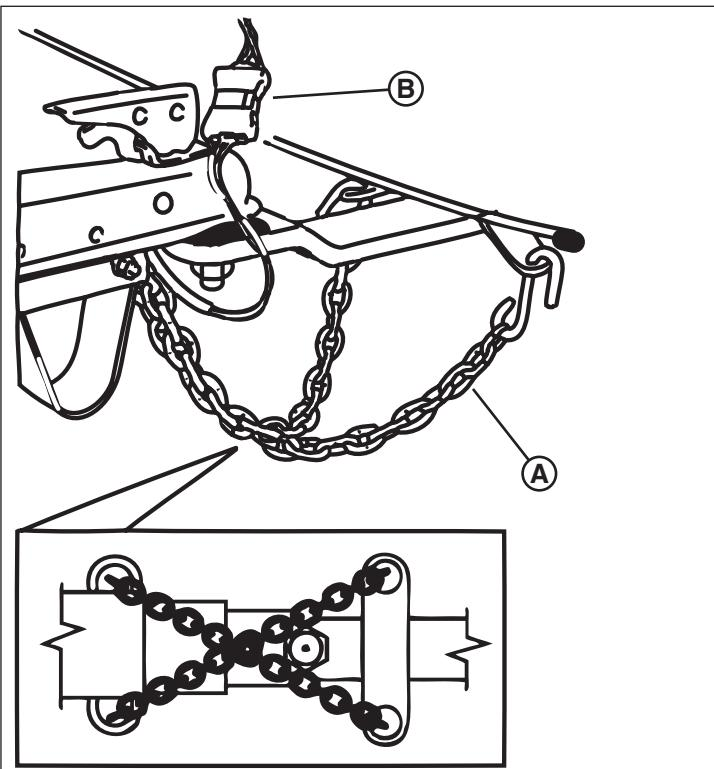

Figure 11
6. Fixer les chaînes de sécurité (A, Figure 11) au cadre de l'attelage du véhicule de remorquage. Croiser les chaînes sous la flèche comme illustré sur la Figure 11. Laisser assez de mou dans les chaînes pour permettre les virages, mais pas trop pour éviter que les chaînes entrent en contact avec la surface de la route.
7. Connecter le connecteur d'éclairage de la remorque à celui du véhicule de remorquage (B, Figure 11). S'assurer que le faisceau d'éclairage de la remorque a suffisamment de longueur pour empêcher la déconnexion dans un virage, mais pas trop afin que le faisceau ne touche pas la route. Vérifier le bon fonctionnement des feux de freinage, feux de direction, feux latéraux et éclairage de la plaque d'immatriculation.